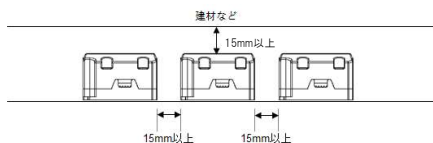

図1
- ・電源は自然空冷方式のため、図1のように製品を2台以上並べて設置する場合は、相互の熱の影響を受けないよう上面の間隔も15mm以上あけてください。